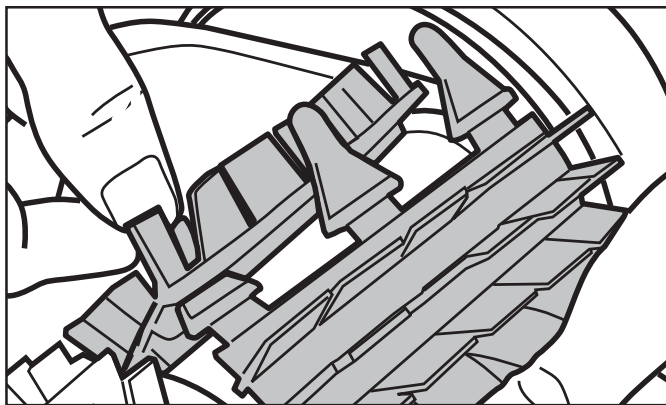

Figura 27. Tire de las trabillas a través de cada ranura
4. Enganche cada trabilla en la ranura provista e insértela suavemente hasta que la base salga del otro lado de la ranura (vea la figura 27).